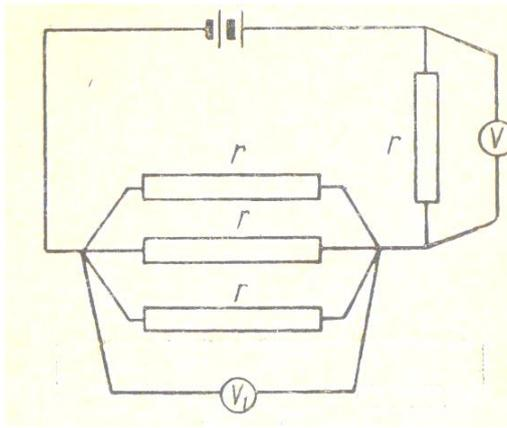

Рис.4
1. Показания какого вольтметра больше? Почему? (рис. 4).